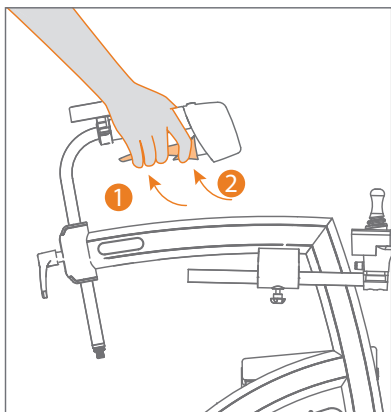

Figuur 55: Om de vrijloophodus in te stellen.
2. Verplaats beide hendels aan de achterkant van de rollator naar de achterwaartse positie (**Figuur 55**).